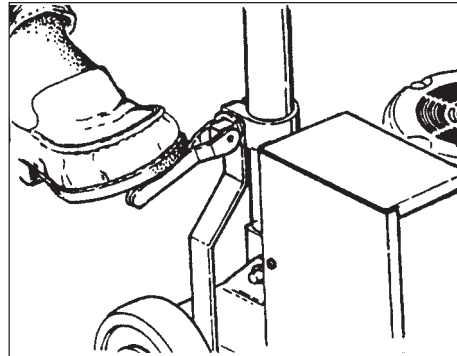

Abbildung 1
2. Heben Sie den Griff und sichern Sie ihn in aufrechter Position. Zur Sicherung des Griffs drücken Sie den Sicherungshebel mit dem Fuß nach unten. Siehe Abbildung 1.